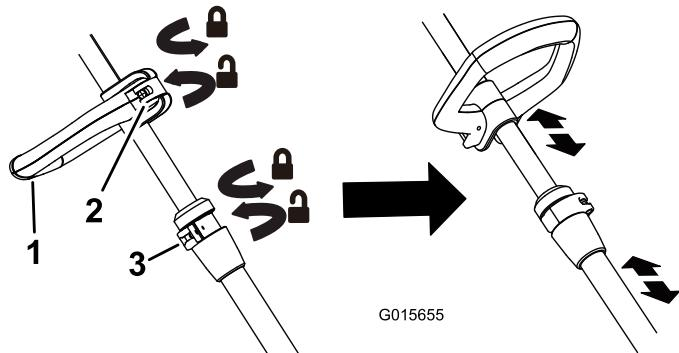

Figura 4
- Para ajustar la altura de la empuñadura auxiliar, abra el pestillo de la empuñadura auxiliar, deslice la empuñadura auxiliar hacia arriba o hacia abajo hasta obtener la altura deseada y sujetela en su sitio cerrando el pestillo (Figura 4).
- Para ajustar la altura de la desbrozadora, abra la palanca de ajuste y deslice el mástil hacia arriba o hacia abajo a la altura deseada, luego cierre la palanca (Figura 4).